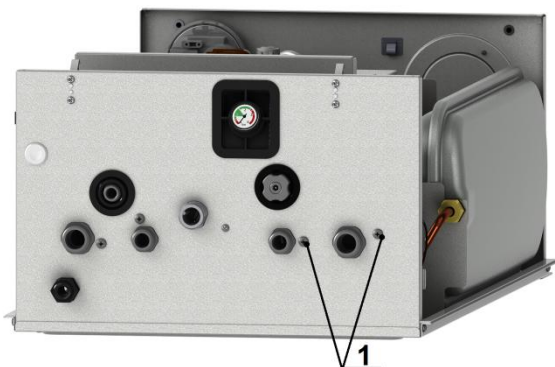

Рис. 15 Нижняя панель котла
- отвернуть на нижней панели котла 2 винта (1) крепления гидроблока с насосом, см. рисунок 15;